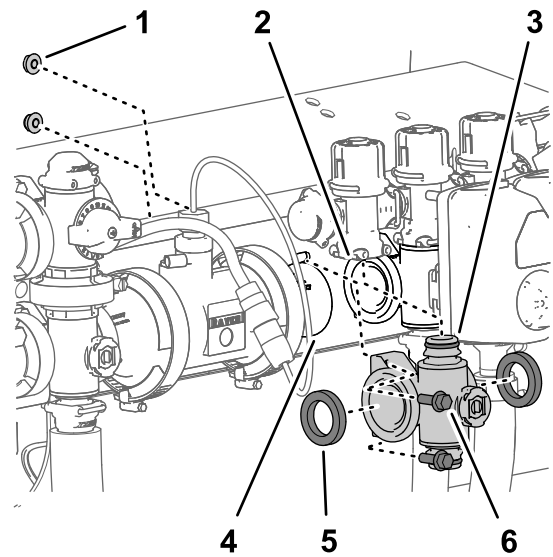

Figure 127
qui fixent le collecteur de vanne de section au support de vannes (Figure 127).
- Baissez le collecteur de vanne de section et les joints pour les séparer de la vanne de dérivation de section et déposez-les de la machine (Figure 127).